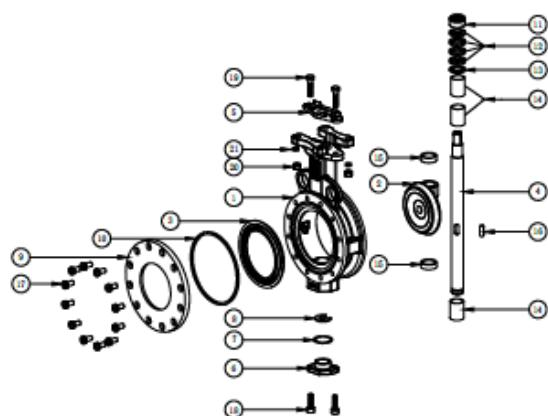

Figur 3
5. Inden boltene spændes helt er det anbefalet at manøvrerer ventilen langsomt for at sikre at klappen kan bevæges fri som vist i figur 3